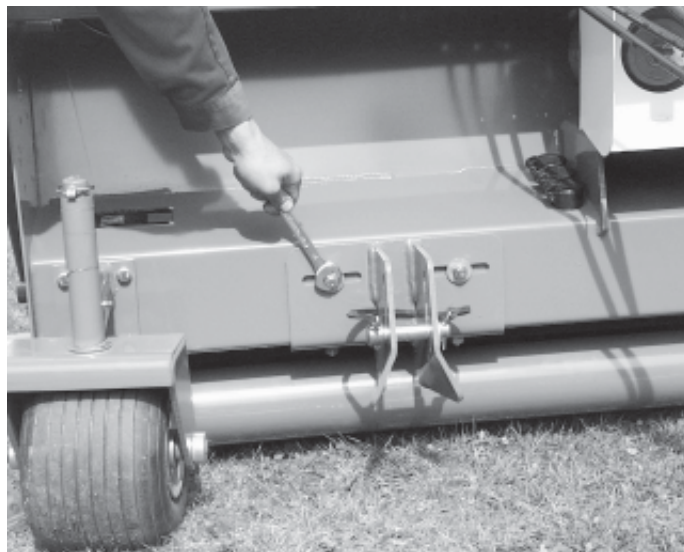

fig.6
- Desserrer les 4 vis de fixation (fig. 6)